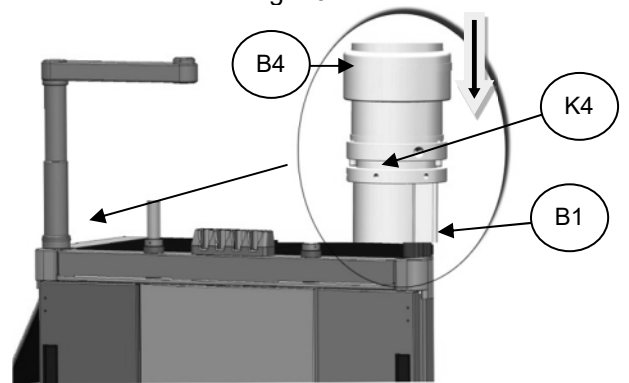

Fig. 12
11. Una vez montado el brazo sobre la unidad, se deberá girarlo a izquierda y derecha hasta que sus topes se posicionen de la forma deseada, es decir viendo donde queremos que se detenga a la izquierda y derecha y si el abanico de giro es el adecuado, se procederá con la llave **K4** a ajustar los tornillos (prisioneros M3), tener en cuenta de no ajustar los tornillos que coinciden con la ranura pasacable, del cono eje pasacable **B1**, pues estos no ajustarían (recuerde que esta fue orientada al lado interior de la unidad), , finalmente bajamos y ajustamos el embellecedor moleteado **B4** (Fig.12)